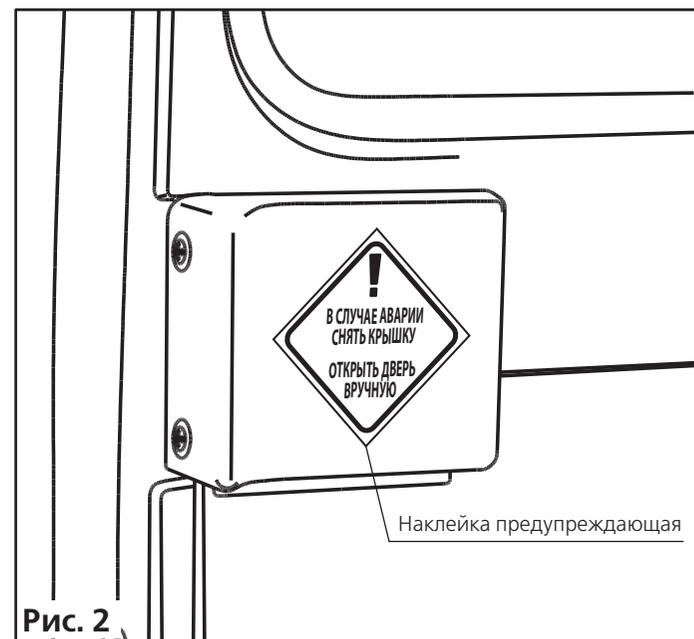

Рис. 2
4.4.2 Наклейку предупреждающую разместите на крышку ручки внутренней (рис. 2).